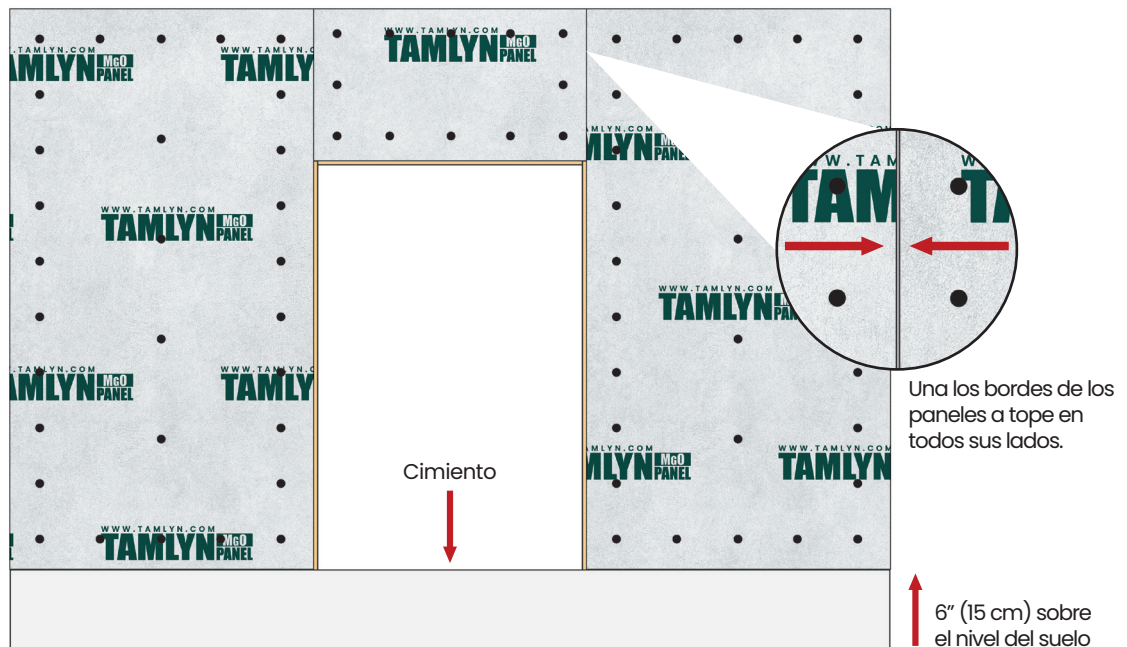

FIG 1:
- Los paneles **Tamlyn MgO®** se instalan con los bordes a tope unos con otros en todos los lados. **(FIG. 1)**
- Los paneles **Tamlyn MgO®** deben instalarse al menos a 6" (15cm) sobre el nivel del suelo, a menos que la autoridad local de construcción apruebe un método alternativo de protección contra termitas según los requisitos locales. **(FIG. 1)**